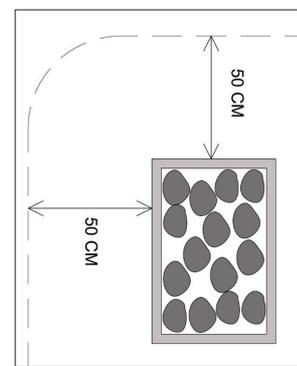

Abb. 2
- Befestigen Sie die Leuchte an der gewünschten Position mit den mitgelieferten Schrauben. Die Leuchte nicht direkt über dem Saunaofen montieren und einen Mindestabstand von 50 cm einhalten (Abb. 2).